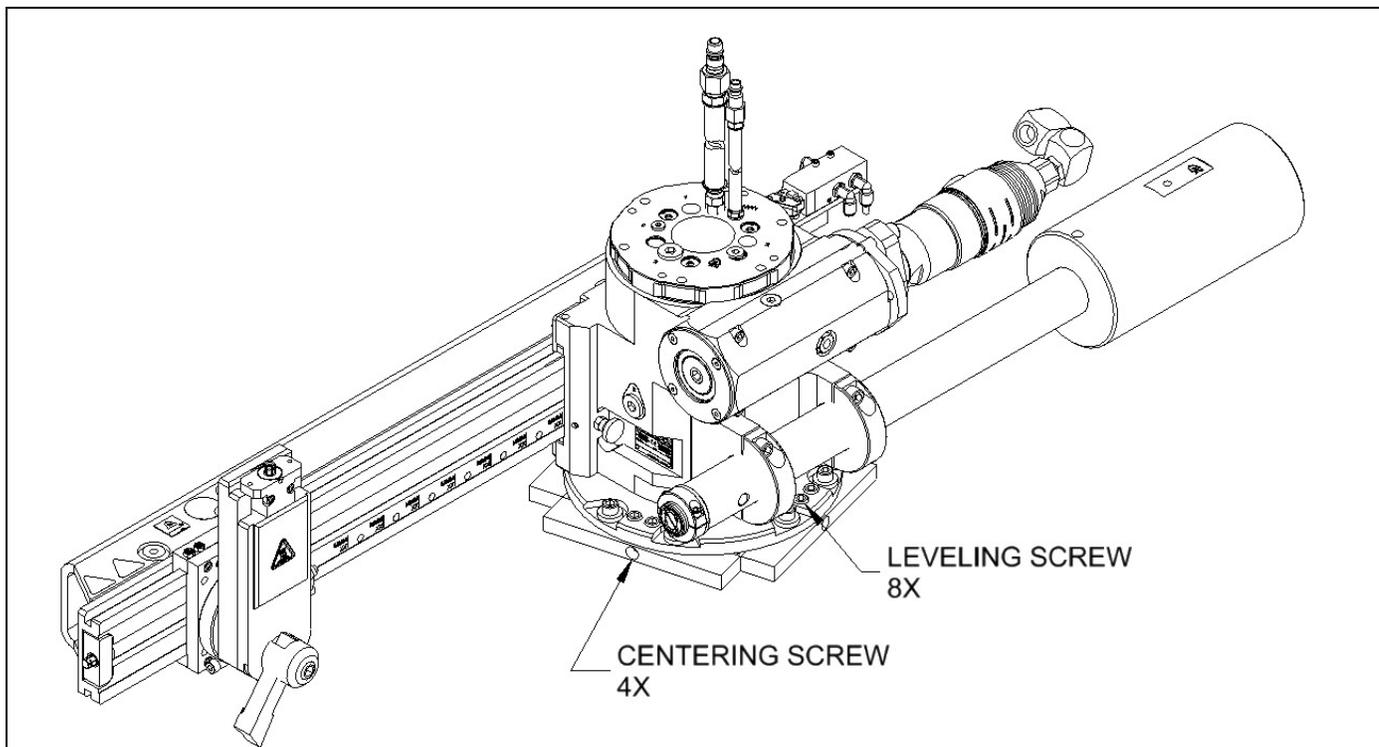

РИСУНОК 3-25. УЗЕЛ КРЕПЛЕНИЯ НА ПОВЕРХНОСТИ FF6300 В СБОРЕ
4. Отрегулируйте уровень станка с помощью двух регулировочных винтов М16 в каждом кадранте установочной пластины (рис. 3-25).